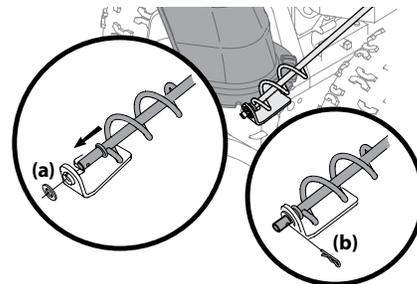

Figure 2-11
3. Retirez le capuchon en plastique (si présent), la rondelle (a) et la goupille fendue (b) qui se trouvent à l'extrémité de la tige de commande. Voir Figure 2-11.